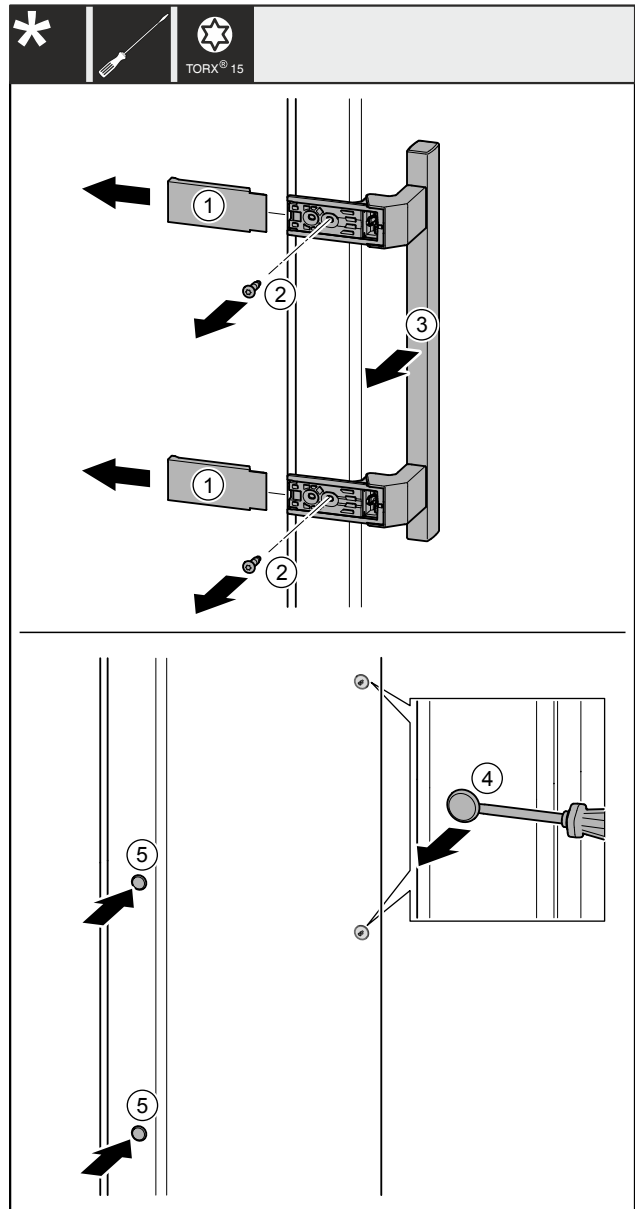

Fig. 35
- Abdeckungen Fig. 35 (1) abziehen.
- Schrauben Fig. 35 (2) mit Schraubendreher herausdrehen.
- Griff Fig. 35 (3) abnehmen.
- Seitlichen Stopfen Fig. 35 (4) vorsichtig mit einem Schlitzschraubendreher anheben und herausziehen.
- Stopfen Fig. 35 (5) auf der anderen Seite wieder einsetzen.